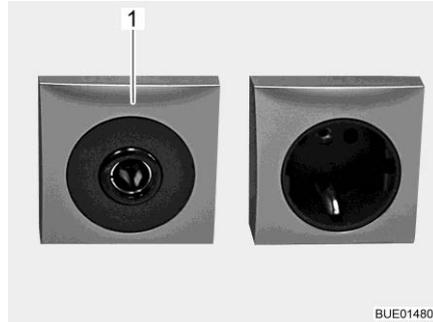

Bild 96 Steckdose 12 V/10 A
- ▷ An die Steckdosen (Bild 96,1) des 12-V-Bordnetzes nur Geräte mit maximal 10 A anschließen.